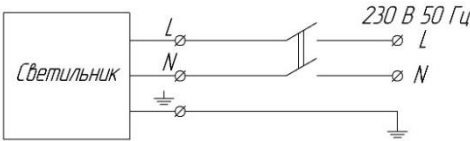

Рис.2. Схема подключения светильника
- 4.3. Подключите кабель питания светильника к питающей сети через соединитель, обеспечивающий степень защиты не ниже IP66 согласно схеме на рис. 2.